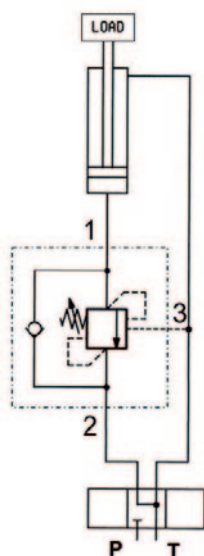

BILD 1
Wie in Bild 1 dargestellt, wirkt der Druck auf der Stangenseite des Zylinders während des Abstiegs auch auf die Vorsteuerleitung (3) des Ventils, wodurch dessen Öffnung unterstützt wird. Der lastinduzierte Druck drückt den Zylinder ebenfalls nach unten.
Wir bezeichnen den Druck am Anschluss (3) P_p , den lastinduzierten Druck P_c , den Einstelldruck des Ventils P_{TAR} und das Aufsteuerverhältnis R . Vernachlässigt man den Gegendruck, so ergibt sich für ein Schema wie in Bild 1, dass der Mindestdruck, der erforderlich ist, um das Ventil abwärts zu betätigen